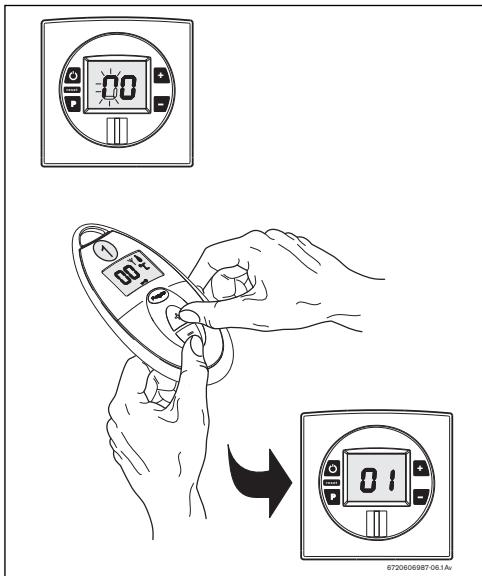

Fig. 33 Registo novo comando
- ▶ Segurar o comando em frente à caixa electrónica, pressionando simultaneamente as teclas e do comando (Fig. 33 ).